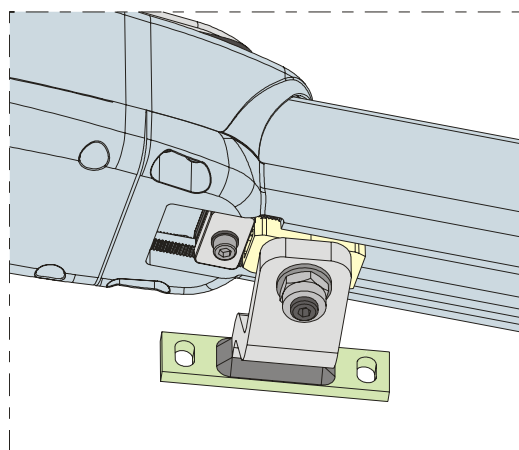

Fig. 18
- 4) Verplaats de aanslag naar de bevestiging, zoals aangegeven op fig. 18.